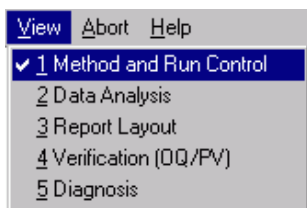

图 14 切换至方法与运行控制 (Method and Run Control) 视窗
**视窗 (View) > 方法与运行控制 (Method and Run Control)** (见图 14)